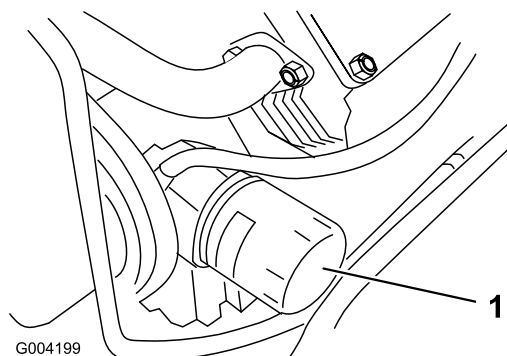

**Figura 30**
4. Retire el tapón de vaciado (Figura 30).